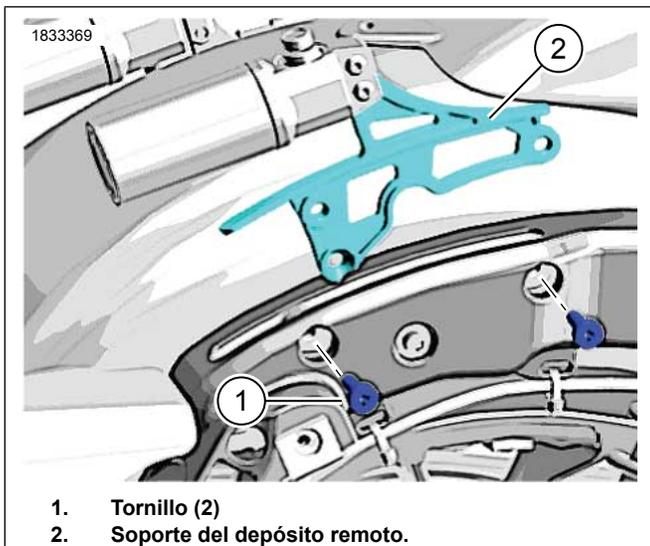

Figura 2. Retire el soporte del depósito remoto.
1. Vea la Figura 2. Quite los tornillos (1). Deséchelos.
2. Retire el soporte del depósito remoto Equipo original (OE) (2).